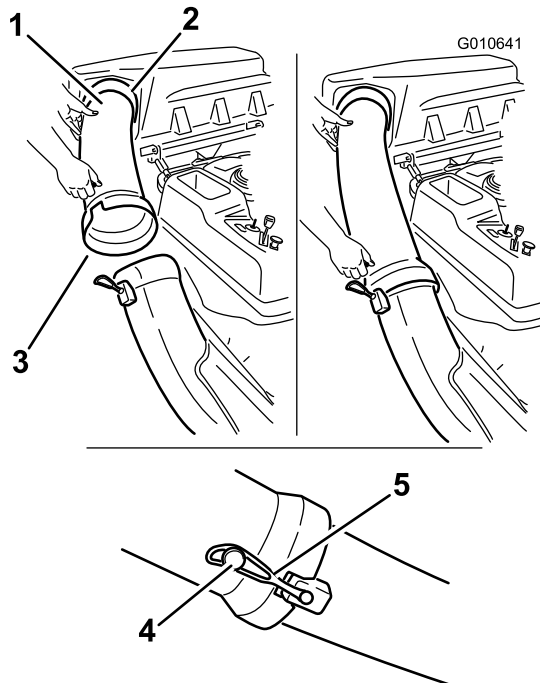

Figura 27
1. Introduzca el extremo curvo del tubo de descarga en el orificio de la tapa del ensacador (Figura 27).
2. Coloque el extremo abocinado del tubo de descarga sobre el extremo del conducto. Enganche la correa de goma del conducto alrededor de la clavija del tubo de descarga (Figura 27).